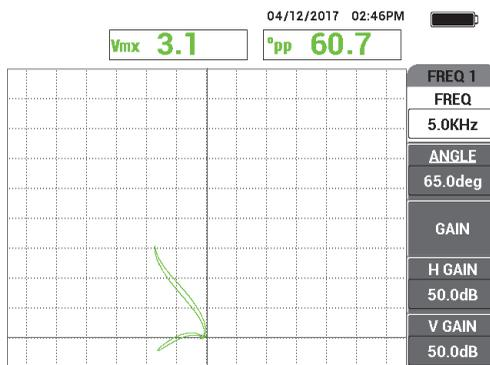

Рис. 5-184 Сканирование двух выемок
3. Медленно просканируйте трубу, пока на экране не будут отображены дефекты 10 % ВД и 20 % НД. При отображении сигналов от выемок на экране NORTEC 600, нажмите клавишу FREEZE (❄) [см. Рис. 5-184 на стр. 273].